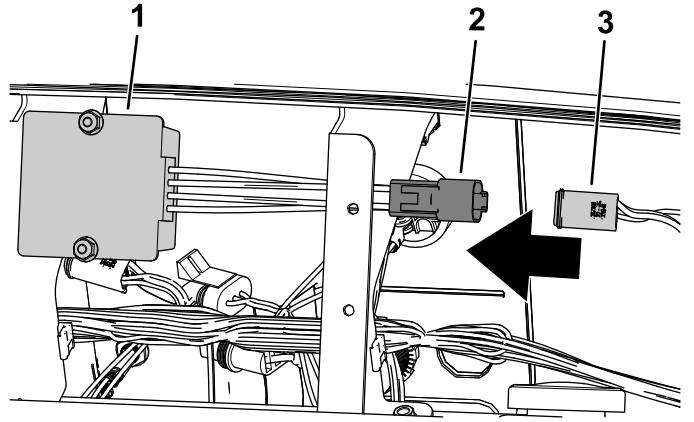

Bild 6
4. Schließen Sie den 4-Buchsen-Stecker am Kabelbaum des drahtlosen Betriebsstundenzählers am 4-Stift-Stecker am vorhandenen 12-Volt-Konverter an (**Bild 6**).